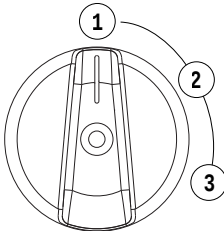

Figure 3-2. Positions du bouton PowerDial
1. Voir Figure 3-2. Mettre le bouton PowerDial en position CHOKE (VOLET DE DÉPART) (3).
4. Voir Figure 3-2. Lorsque le moteur démarre, mettre le bouton Off/Run/Choke sur RUN (MARCHE) (2). L'utilisation du volet de départ est réduite lorsque le bouton Off/Run/Choke est placé en position RUN.
3. Voir Figure 3-2. Mettre le bouton PowerDial en position OFF (3).
1. Voir Figure 3-2. Tourner le bouton PowerDial de la position OFF (ARRÊT) à RUN (MARCHE). Cela ouvre la vanne de carburant et permet le démarrage.